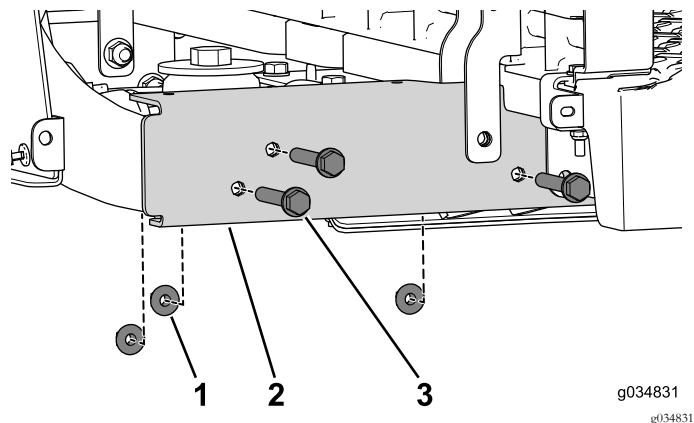

図 17
4. フランジボルト3/8 x 2-1/2 インチ3本とナットを外す【図 17】。車体の反対側でも同じ作業を行う。